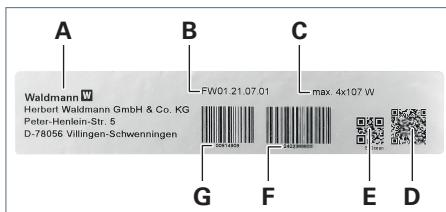

Fig. 28: Leistungsschild Standrohr (Beispiel).
- Vorhandenes Standrohr, ab Seriennummer 2402389800, siehe Fig. 28